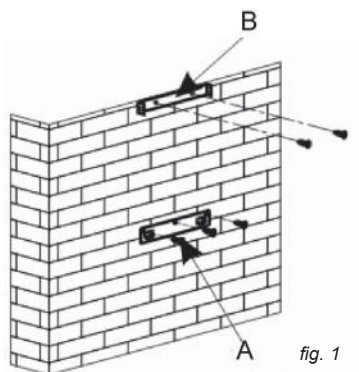

fig. 1
- Märk ut de 3 hålen som skall borras och använd upphängningskroken tillkåpan, avpassa och respektera det rekommenderade avståndet (del A i fig. 1).
- Skruva in hållaren för fastsättning av kåpan och se till att den är perfekt i våg. (del A i fig. 1).
— Beräkna den slutliga höjden för att skruva dit U bygel till skorstenens fäste (del B fig. 1).
— Borra de 2 hålen på 8 mm och skruva i monteringsflänsen till skorstenen, kontrollera att den är i linje med kåpan (del B fig. 1).